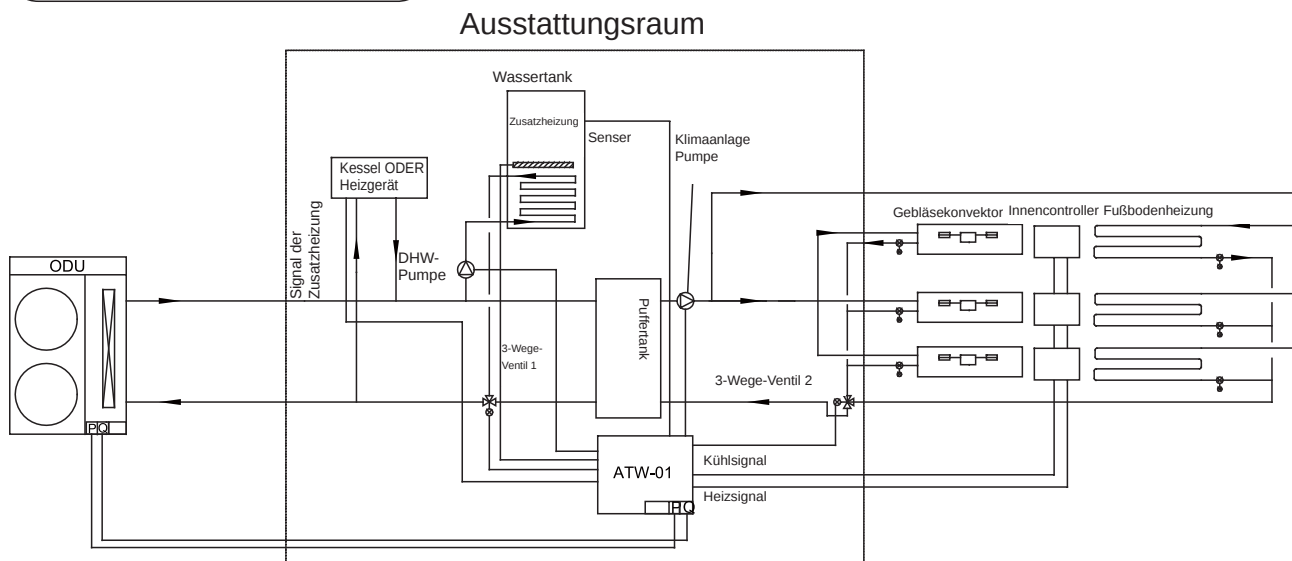

Abb. 3 Von YR-E27 gesteuertes Trinkwasser
- YR-E27 zusammen mit dem Warmwassertempersensor (angeschlossen an CN31), der in den Warmwasserspeicher eingespeist wird, während die Außenleiterplatte BM1-1 auf AUS gestellt wird (Abb. 3);